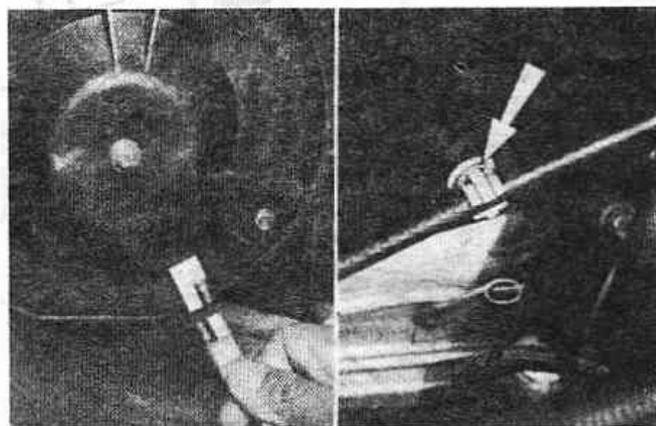

Рис. 12.18. Разъедините разъем мотора отопителя и выньте трос спидометра из зажима (Разд. 28)
2. Найдите многополюсный разъем электромотора нагнетателя отопителя и разъедините его, освободите трос привода спидометра из зажима на корпусе отопителя (Рис. 12.18).